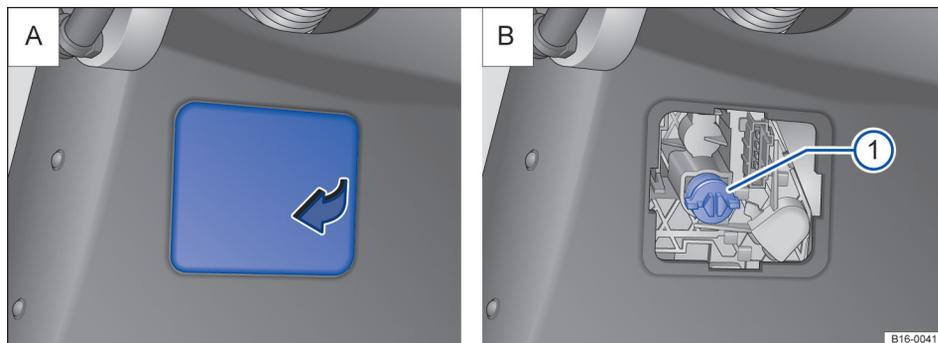

Fig. 201 A: en un lateral del maletero: apertura de la tapa del guarnecido lateral trasero. B: desmontaje del grupo óptico trasero.
3. Abra la tapa del guarnecido lateral trasero ⇒ fig. 201 A.
4. Desenrosque el tornillo de fijación del grupo óptico trasero ⇒ fig. 201 B ① y extraiga el grupo óptico con cuidado de la carrocería. Desacople el conector del portalámparas.
9. Con una mano sujete el grupo óptico en la posición de montaje y con la otra apriete el tornillo de fijación ⇒ fig. 201 B ①.